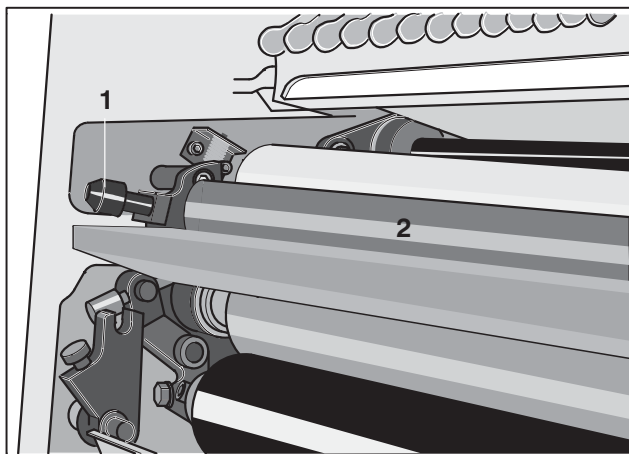

図5
- ⑧ スプリングケージ(図5/①)を開いて、赤のインキ移しローラ8(図5/②)を取り外します。